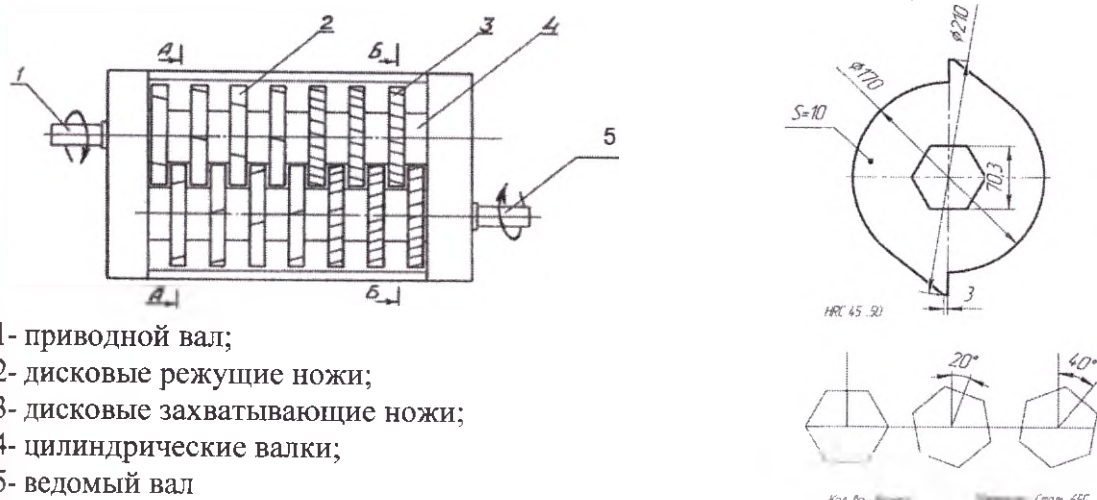

Рис. 1 Блок режущих ножей двухвального измельчителя
4.5.1 В измельчителе применена двухвальная система измельчения отходов (см. рис.1). Режущими элементами являются цельнометаллические ножи, выполненные из усиленной высокоуглеродистой стали и смонтированные на двух валах (1-приводном валу и 5-ведомом валу), вращающихся навстречу друг другу. Специальная заточка лезвий позволяет, как измельчать, так и дробить отходы.